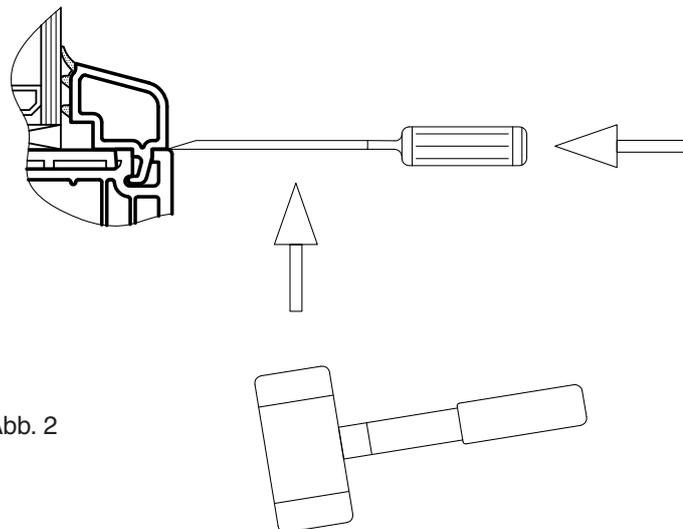

Abb. 2
- Stechbeitel bzw. Stemmeisen zwischen Verglasungsnut und Glasleistenprofil waagrecht ansetzen und mit einem Hammer (Gummihammer) ausrasten (siehe Abb. 2 und 3).